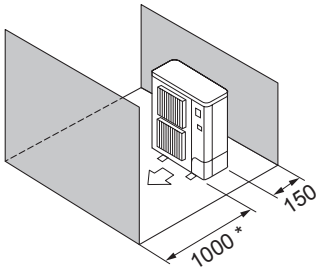

Fig. 2-11
- ⑤ Alleen obstakels aan de voor- en achterzijde (Fig. 2-11)